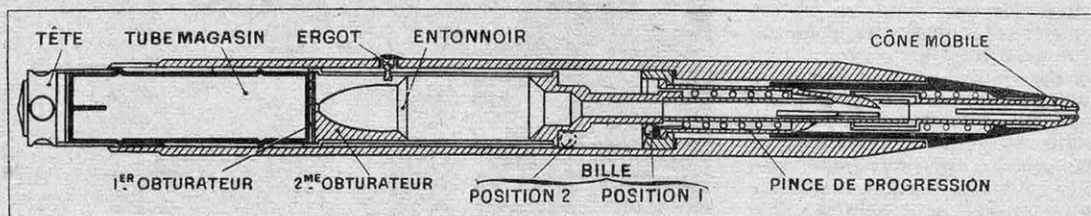

Fig. 9 : Coupe schématique du porte-mines automatique Presticolor à quatre couleurs à mines libres.
**R**ENDRE les manœuvres de sortie, d'avancement et de rentrée de la mine aussi simples que possible et automatiques, tel est le problème résolu par le nouveau porte-mines à quatre couleurs, représenté figure 9. Cet appareil utilise des mines libres, c'est-à-dire contenues dans un magasin d'où sort librement la couleur choisie, par une simple poussée sur la tête du porte-mines.